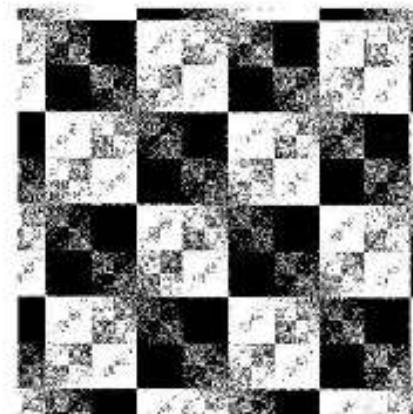

图 2 诊断代码 11-1 测试打印
- 使用旁路进纸时如果纸张前沿边(图 2)在阻尼垫位(图 2)位置被断开，则将纸张翻个身，放回的纸张不能超过 50 张。